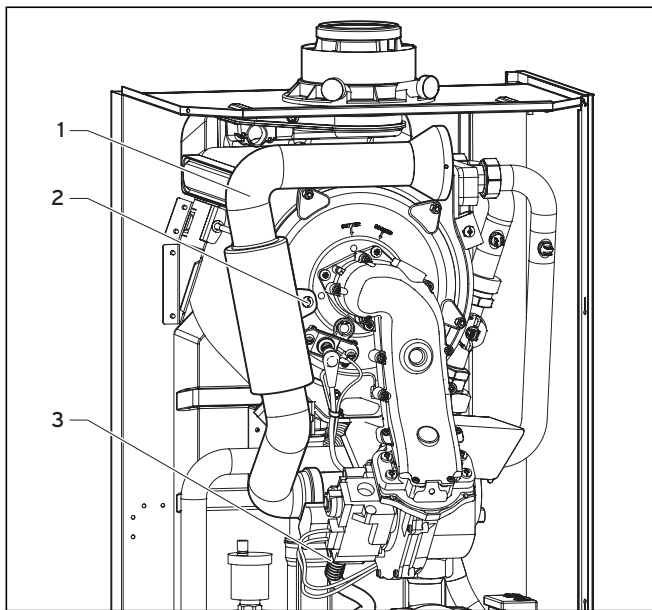

Fig. 8.1 Demontarea țevii de aspirare a aerului
- Introduceți țeava de aspirație a aerului pe suportul de aspirație și fixați țeava cu șurubul de susținere (2, Fig. 8.1.).